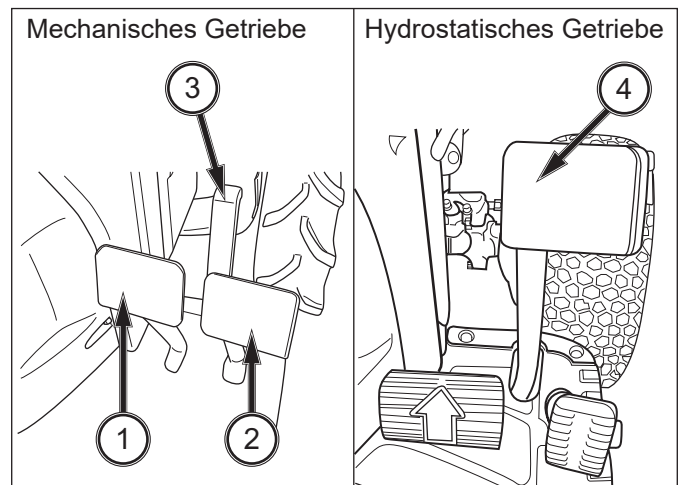

ABB. 47
ABB. 47: Wenn das Pedal (1) vollständig durchgetreten wird, gibt es keine Verbindung zwischen Motor und Getriebe mehr, sodass der Motor gestartet, ein Gang eingelegt oder gewechselt oder die Bewegung des Traktors gestoppt werden kann. Auch zur Aktivierung der Zapfwelle (sofern vorhanden) muss die Kupplung getreten werden. Durch langsames Lösen des Pedals wird die Kupplung eingerückt und die Kraft des Motors an Getriebe und Zapfwelle übertragen.